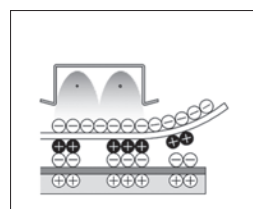

図4
- (4)転写：感光体と紙を重ねて紙側からマイナスの高電圧をかけるとプラスのトナーが紙のマイナスの静電気に引っ張られて紙にくっ付き(図4)。